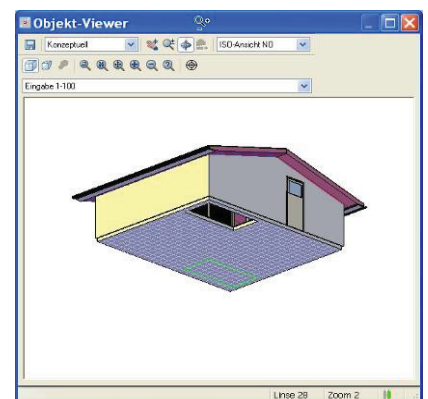

Abb. 7-20: Objekt-Viewer von AutoCAD
- Im aktuellen Ansichtsfenster rMT | OBJEKT-VIEWER ► Befehlszeile: OBJEKTE WÄHLEN, Auswahl mit ENTER bestätigen ►► das Fenster OBJEKT-VIEWER öffnet sich (Abb. 7-20)